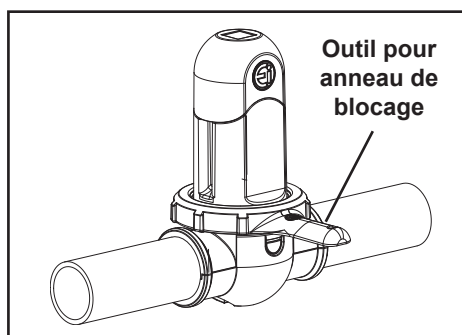

Figure 26. Défaire l'anneau de blocage
5. Défaire la bague de verrouillage. S'il y a lieu, utiliser l'outil pour bague de verrouillage prévu (Voir Figure 26).
5. Retirer l'anneau de blocage. Si nécessaire, utiliser l'outil pour anneau de blocage fourni (Voir Figure 26).